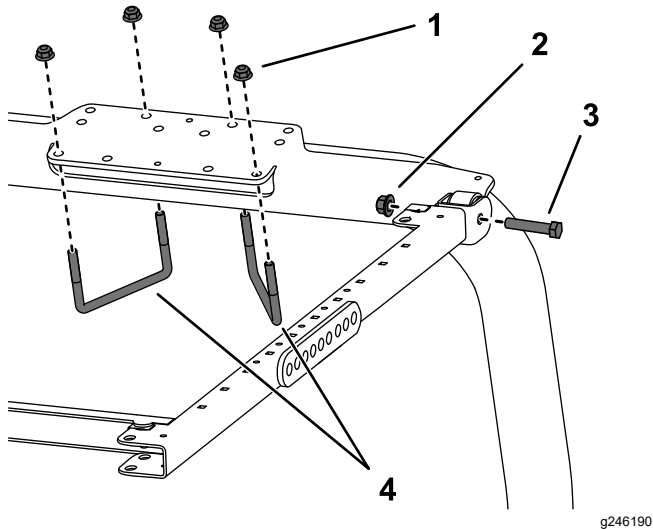

Figura 39
1. Coloque los soportes de montaje del ROPS encima de la barra antivuelco de la unidad de tracción (Figura 39). Asegúrese de que la barra antivuelco está centrada en el soporte de montaje del ROPS.